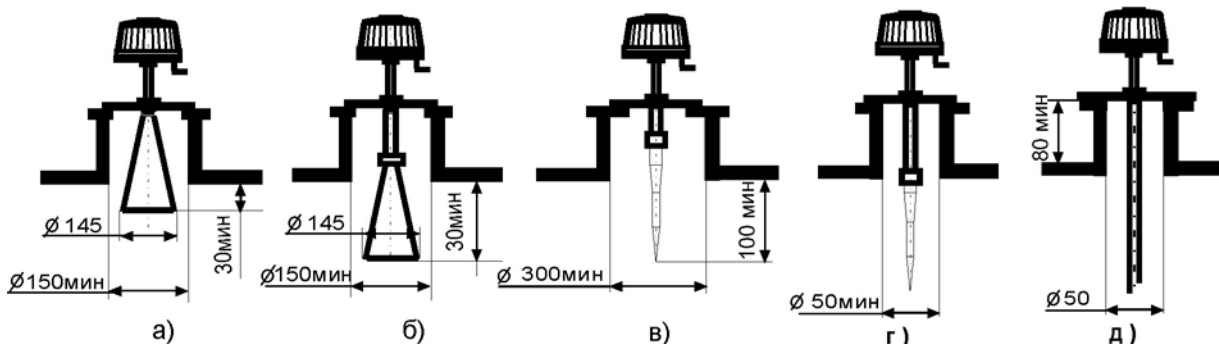

Рисунок 3 - Правила установки прибора
- поперечный размер патрубка или отверстия в резервуаре для прибора с рупорной антенной должен быть больше диаметра раскрытия антенны не менее, чем на 5мм (рисунок 3а), 3б);
- для прибора со стержневой антенной, в случае, если волновод антенны выступает ниже крыши резервуара, диаметр патрубка должен быть более 50мм (рисунок 3г);
- для прибора со стержневой антенной, в случае, если диэлектрическая часть антенны начинается внутри патрубка, диаметр патрубка должен быть более 300мм (рисунок 3в);